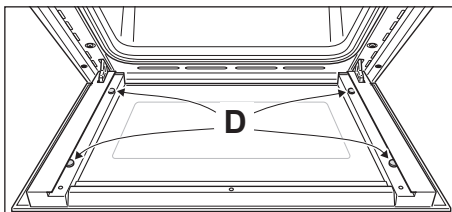

Fig. 6.13a
IMPORTANTE: È consigliabile, durante la rimozione del vetro, tenere premuti in posizione i 4 distanziatori "D", mediante un dito, al fine di evitare la rottura o lo sfilamento dei distanziatori stessi (fig. 6.13a).
- Verificare che i 4 distanziatori "D" siano nella loro posizione (fig. 6.13a). **IMPORTANTE:** È consigliabile, durante l'inserimento del vetro, tenere premuti in posizione i 4 distanziatori "D", mediante un dito, al fine di evitare la rottura o lo sfilamento dei distanziatori stessi (fig. 6.13a).